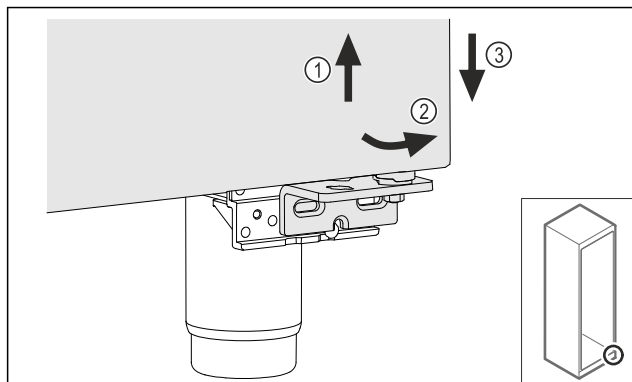

Fig. 24
- Duris šiek tiek kilstelėkite Fig. 24 (1), apačioje paverskite į priekį Fig. 24 (2) ir nuleiskite Fig. 24 (3).